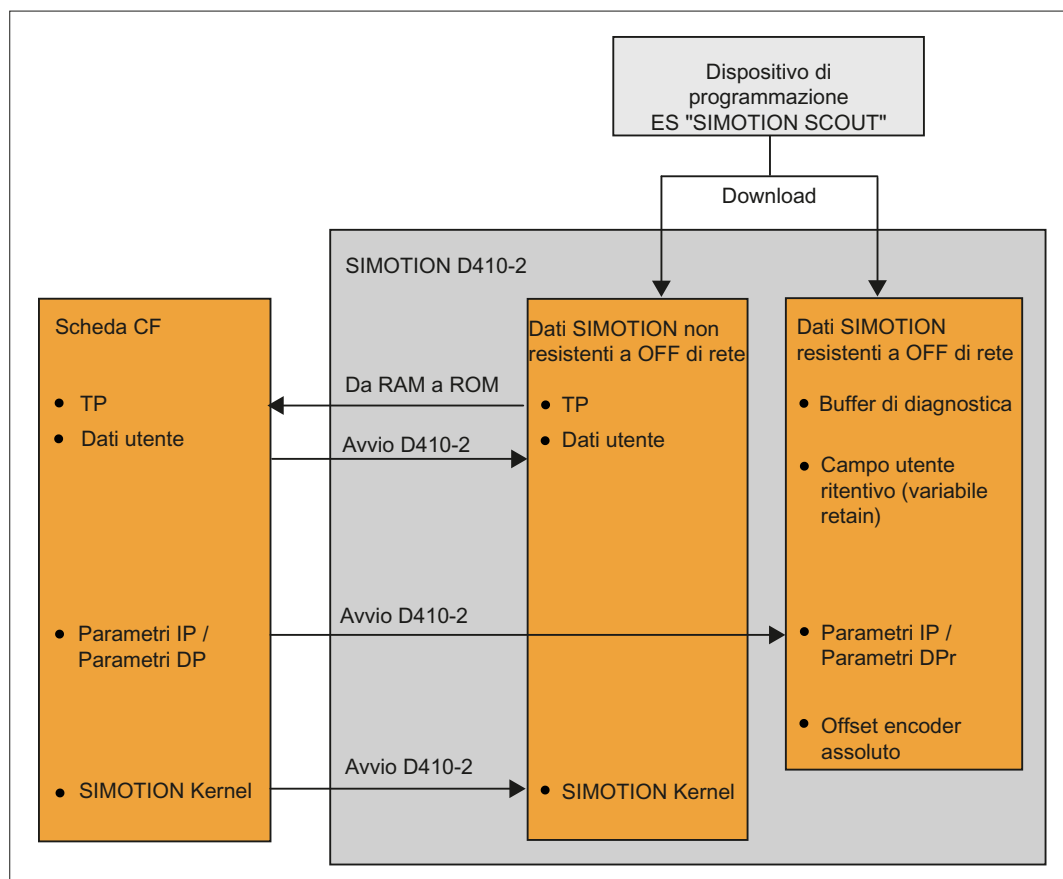

Figura 4-2 Modello di memorizzazione SIMOTION D410-2
- Figura 4-2 Modello di memorizzazione SIMOTION D410-2 (Pagina 61)